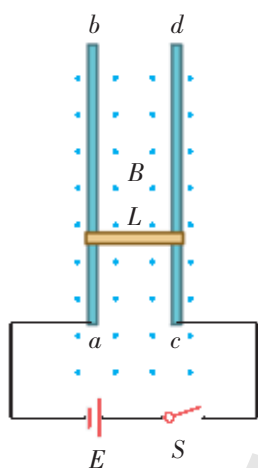

图 1-71
8. 如图 1-71 所示, ab 、 cd 是两根固定的光滑金属导轨, 竖直放置, 上面套有一根可滑动的金属细棒。整个装置放在磁感应强度 $B = 0.5 \text{ T}$ 的垂直于导轨平面的匀强磁场中。已知金属细棒长 $L = 10 \text{ cm}$, 电阻 $R = 0.2 \Omega$, 质量 $m = 20 \text{ g}$, 在开关 S 闭合之前使棒处于静止状态。电源电动势 $E = 1.5 \text{ V}$, 内阻 $r = 0.1 \Omega$, 导轨电阻和空气阻力不计, 取 $g = 10 \text{ m/s}^2$ 。现将开关 S 闭合, 那么: